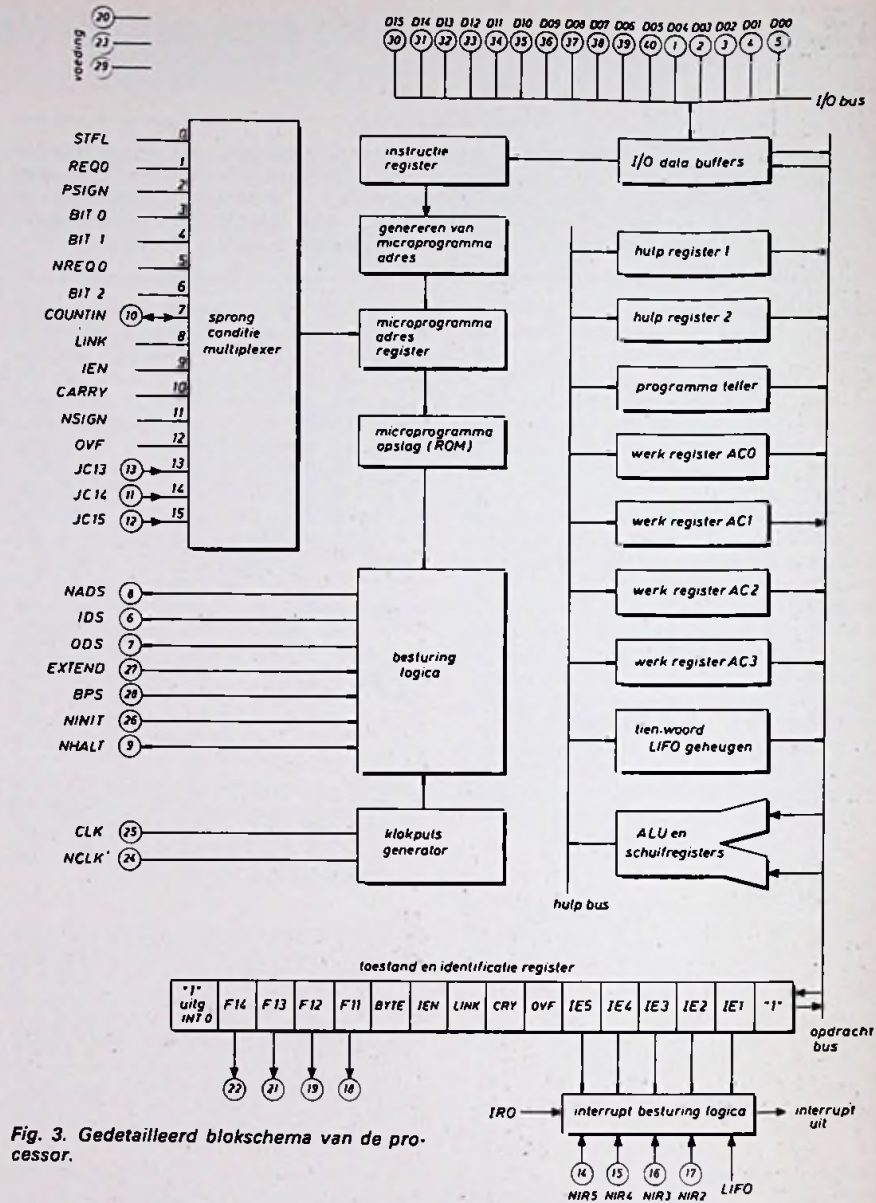

Fig. 3. Gedetailleerd blokschema van de processor.
De operand bevat data, waarop de bewerking wordt uitgevoerd. Dit deel van de macro instructie gaat direct naar het register blok (C) en wordt aldaar verder bewerkt. Fig. 3 geeft een meer gedetailleerd blokschema van PACE. In het midden, van boven naar beneden, vindt men het instructie-register, de adres-generator (MAG) en de ROM (microprogramop-